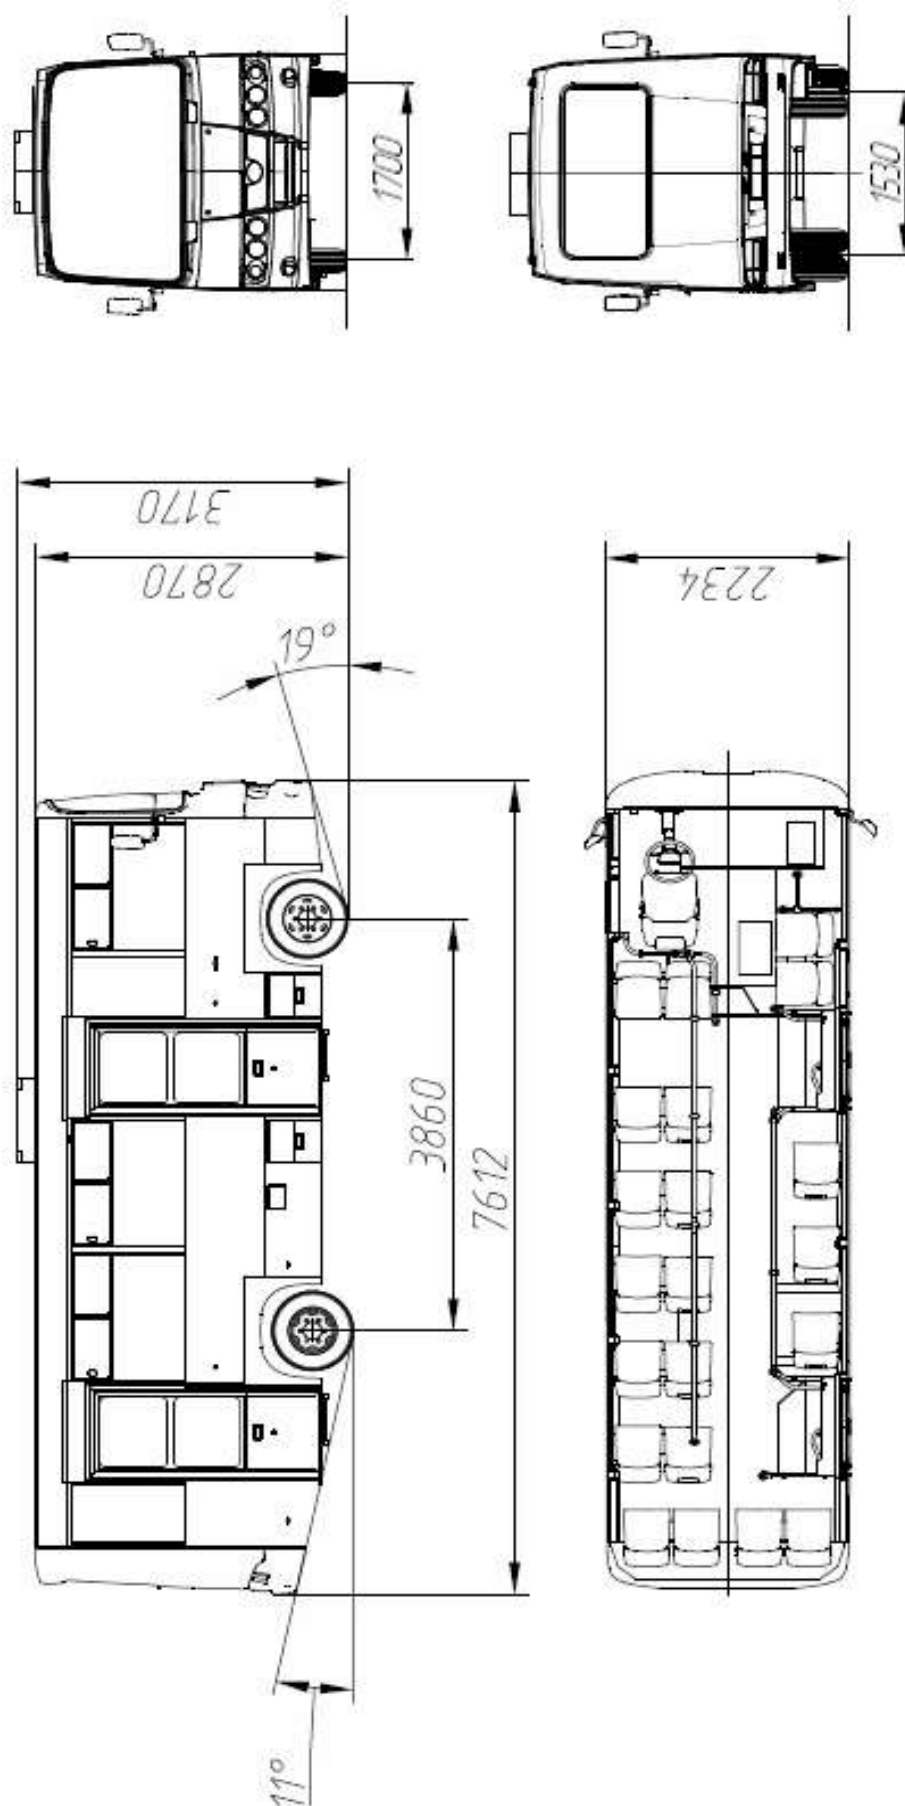

Рис.1.1 Общий вид городского автобуса
1.6 Общий вид городского и междугороднего автобусов представлены на рис. 1.1 и 1.2.